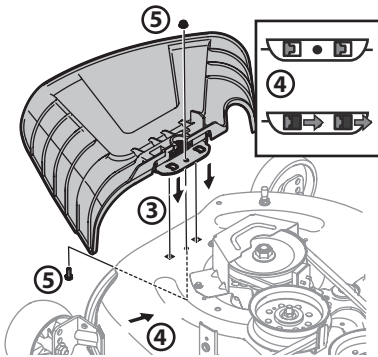

Figure 10
3. Placez le déflecteur de la goulotte d'éjection sur le plateau, veillez à insérer les languettes du déflecteur de la goulotte d'éjection dans les orifices du plateau. Consultez la Figure 10.
4. Faites glisser le déflecteur de la goulotte d'éjection vers l'arrière du tracteur jusqu'à ce que le trou de boulon du déflecteur de la goulotte d'éjection soit dans l'alignement du trou du plateau. Consultez la Figure 10.